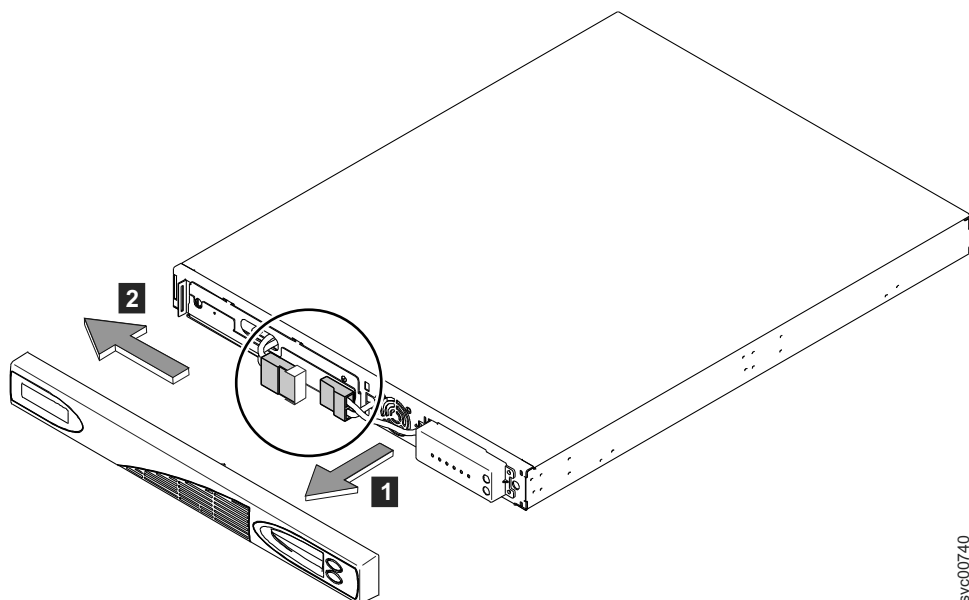

Figura 226. Removendo o Painel Frontal do 2145 UPS-1U
5. Remova o painel frontal do 2145 UPS-1U puxando-o em sua direção e à esquerda, conforme mostrado em Figura 226 na página 278.